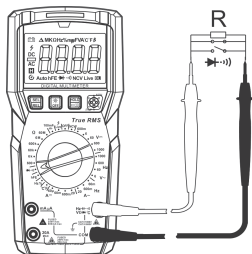

Рис. 7. Проверка целостности
7.4. Проверка целостности (см. рис. 7)